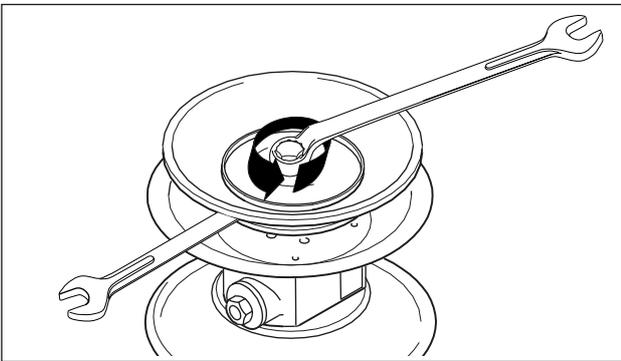
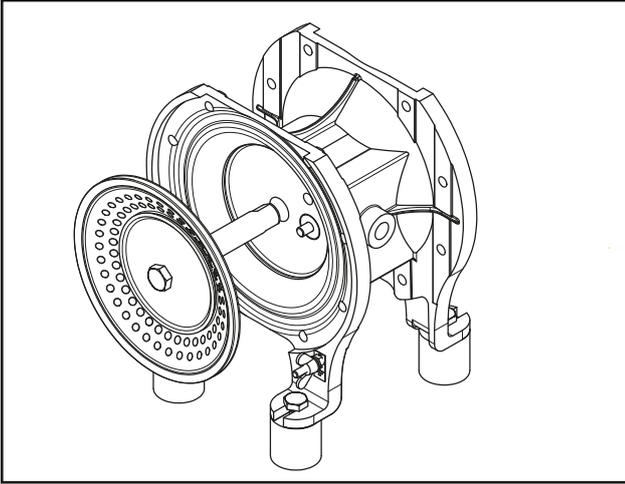

Fig. 11: Soltar el disco de membrana. (no se aplica en DEPA E4® con membrana combinada.)
Fig. 22: Extracción del diafragma con la varilla
- Soltar el disco exterior de la membrana y quitarlo junto con la membrana (Fig. 11). En las bombas de material sintético hay que destornillar primero la caperuza de plástico (a partir de DL25).
- Soltar el disco exterior del diafragma y quitarlo junto con el diafragma (fig. 11 y fig. 22).
- Aflojar Soltar los diafragmas, ver fig. 11 y 12